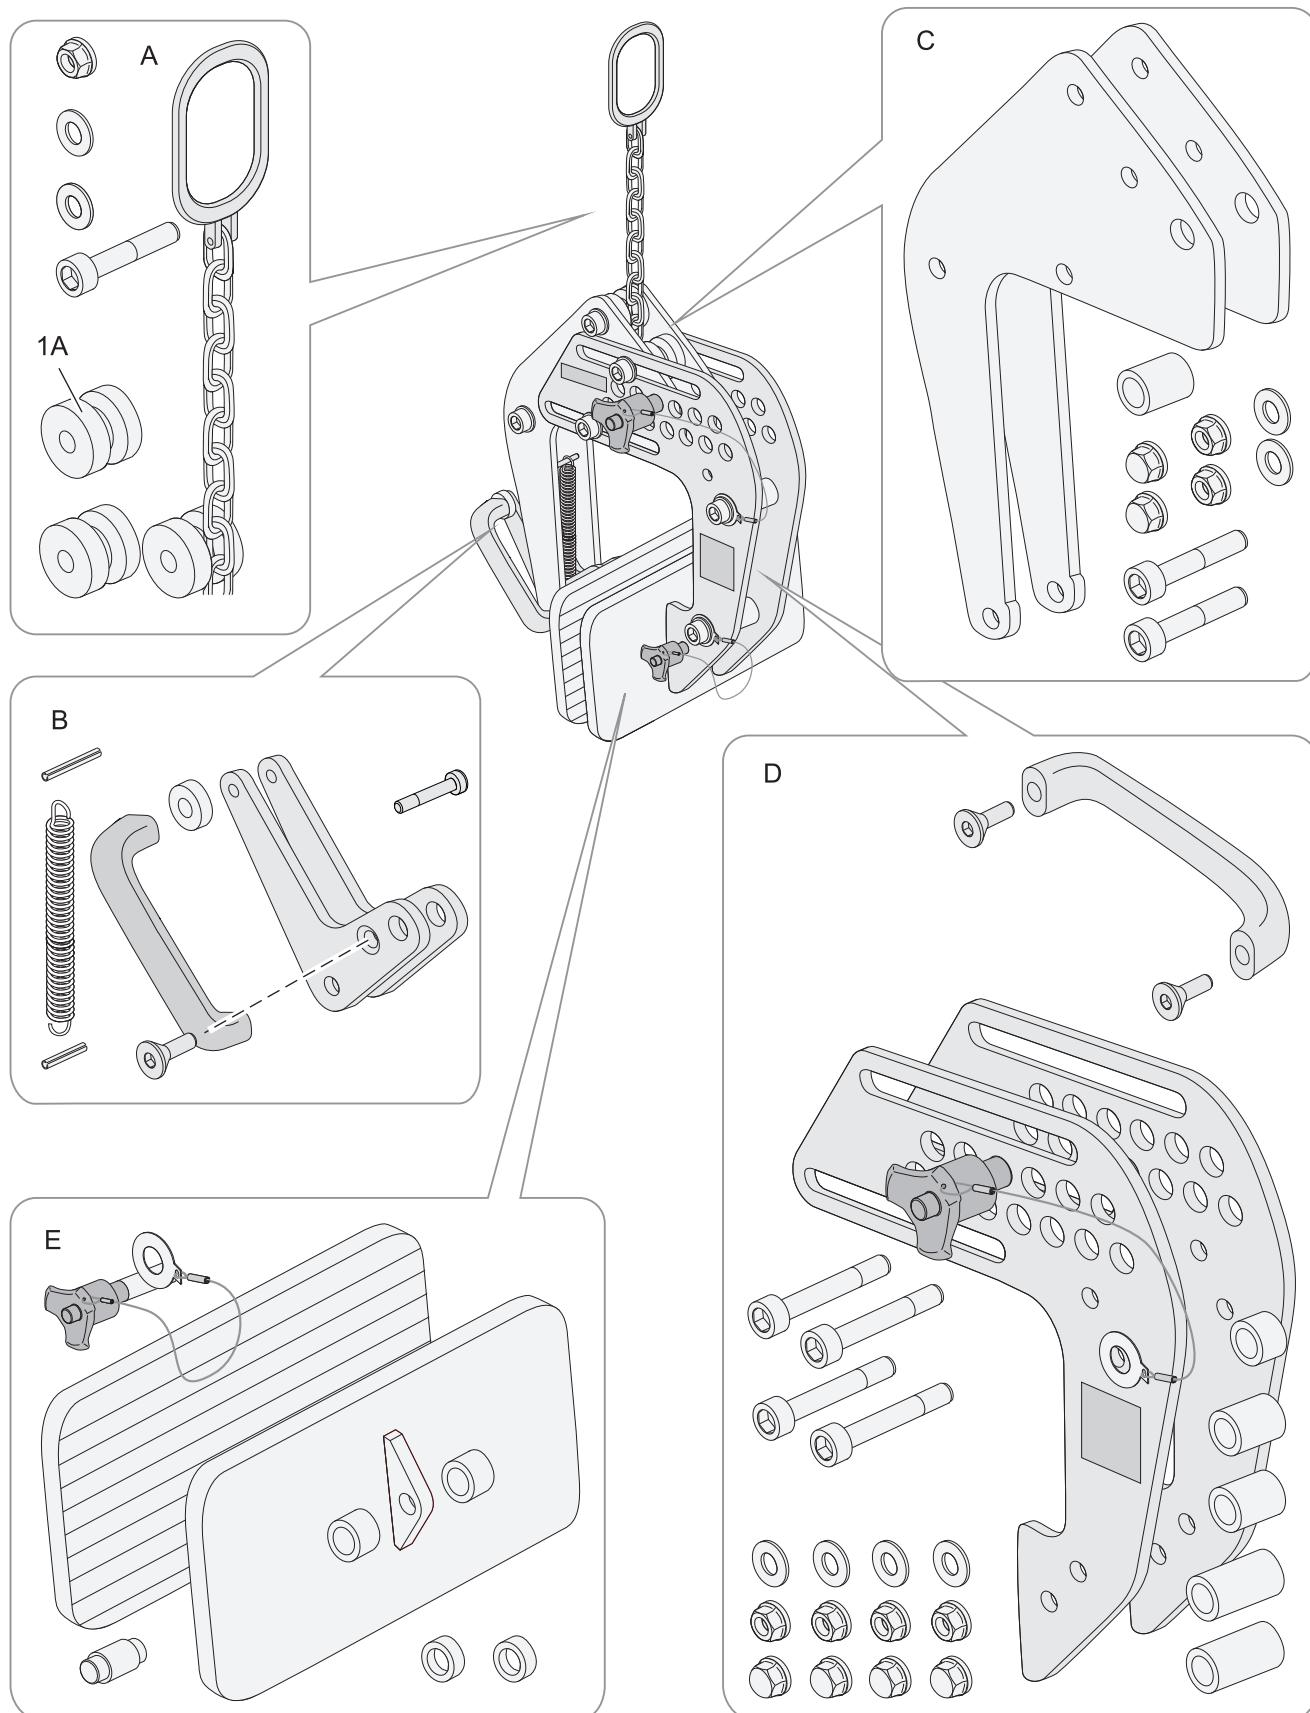

Abb. 12
- 33 Kugelsperrbolzen für Wechsel feststehende Klemmbacke* mit beiden Hülsen (10 siehe Abb. 12).